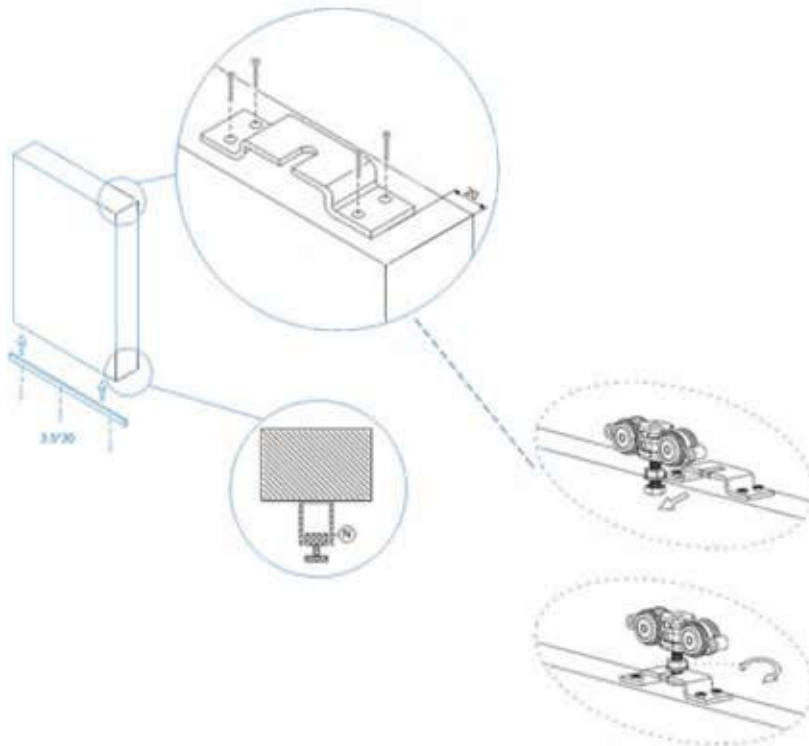

Рисунок 9
6. Нужно навесить дверное полотно на верхнюю направляющую (Рис.9)